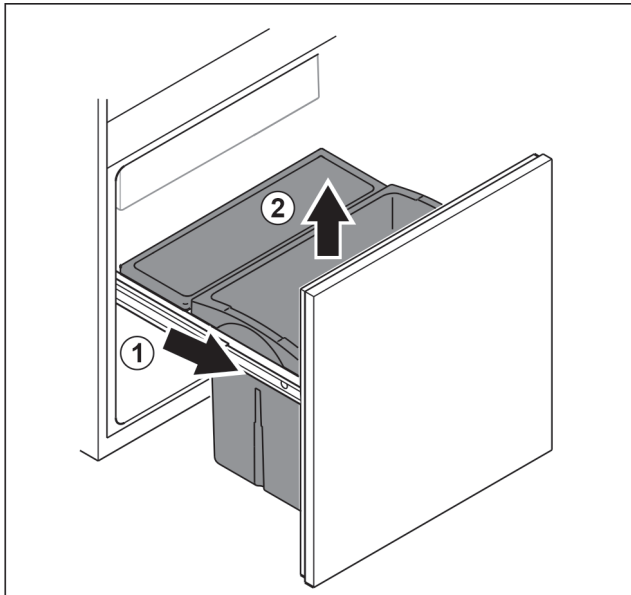

Fig. 162
- ▶ Auszugswagen bis zum Anschlag herausziehen. Fig. 162 (1)
- ▶ Schubfach nach oben entnehmen. Fig. 162 (2)